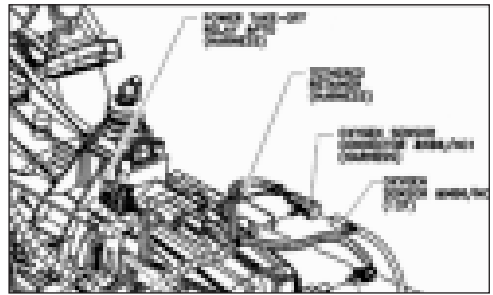

Abb. 17
20. Auf der rechten Getriebeseite ist eine Halterung für den Sauerstoffsensor-Kabelbaum (der für in Kalifornien verkaufte Fahrzeuge mit 8,1L Motor Vorschrift ist) angebracht. Diese Halterung ist an allen Fahrzeugen zu finden und kann die Hydraulikleitungen behindern. Wenn der Sauerstoffsensor-Kabelbaum am Fahrzeug vorhanden ist, muss die Halterung zur Mitte des Getriebes gebogen werden. Wenn nur die Halterung vorhanden ist, kann die Halterung entfernt und die Schraube mit 23 Nm (17 lbs. ft.) angezogen werden. Kein Dichtmittel auf die Schraube auftragen (**Abb. 17**).